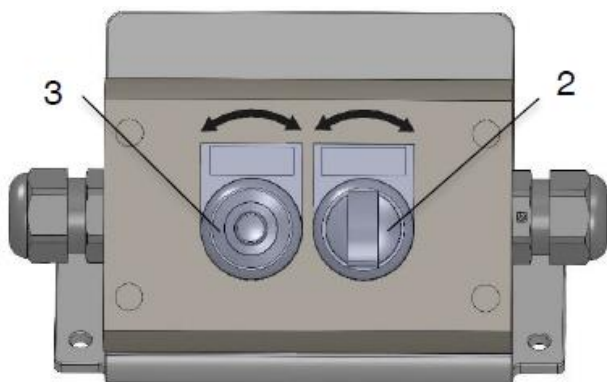

Fig. 12 Régulateur de vitesse de rotation/MARCHE-ARRÊT
La vitesse de rotation peut être augmentée en tournant le potentiomètre (3) dans le sens horaire. La vitesse de rotation peut être réduite en tournant le potentiomètre (3) dans le sens antihoraire. La vitesse de rotation peut ainsi être réglée en continu entre les étapes « 0 » et « 10 » (fig. 12).